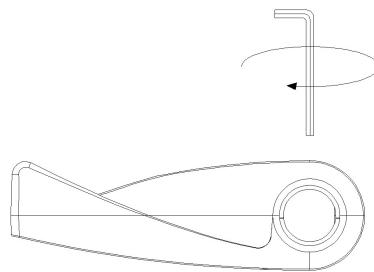

Fig. 7
6. Verifique se o controlador está bem preso ao aquecedor (fig. 7).